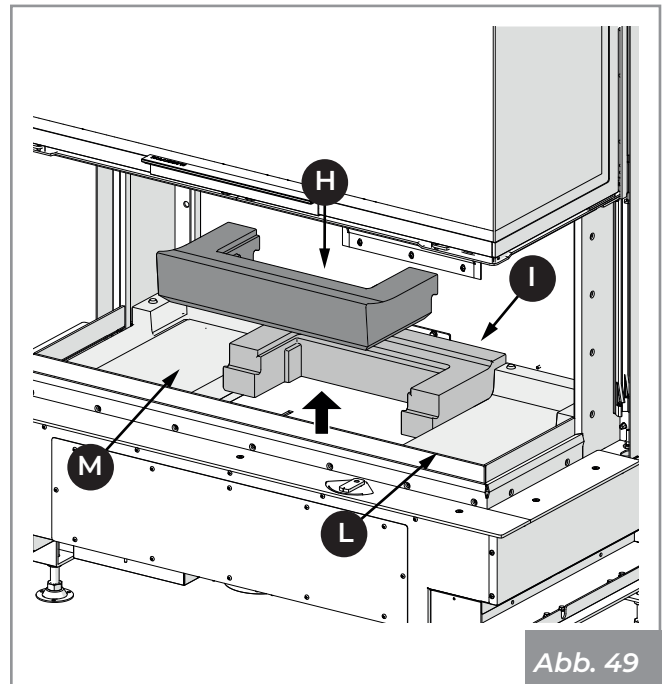

Abb. 49
- 6) Erheben und entnehmen Sie in der Reihenfolge die feuerfesten Unterteile (H, I, L, M) vom Unterbau und saugen Sie eventuelle in den darunter liegenden Fächern abgelagerte Asche auf (Abb. 49).